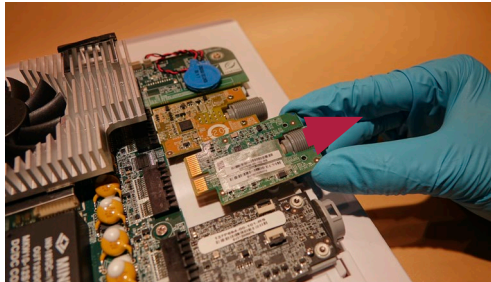

Figure 17 - Retrait de la carte VDI
a) Retirer la carte VDI du connecteur de la carte mère (Figure 17)